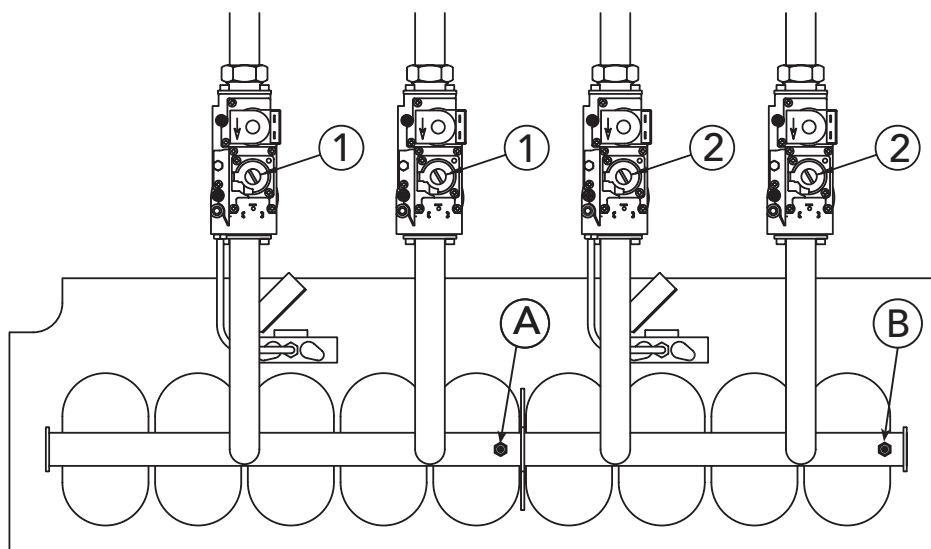

Abb. 5
- 2 Die Schutzkappe 3 (Abb. 5) vom Gasventil abnehmen. Mit einem kleinen Schraubendreher den "Zünd-STEP" für die gewünschte Gasart einstellen (G20-G25 oder G30-G31); danach die Kappe wieder aufsetzen.